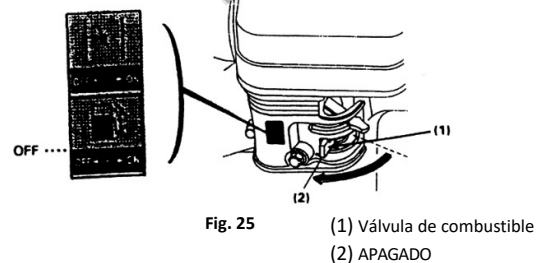

Fig. 25
- 4) Gire la válvula de combustible a la posición «OFF». (Fig. 25)